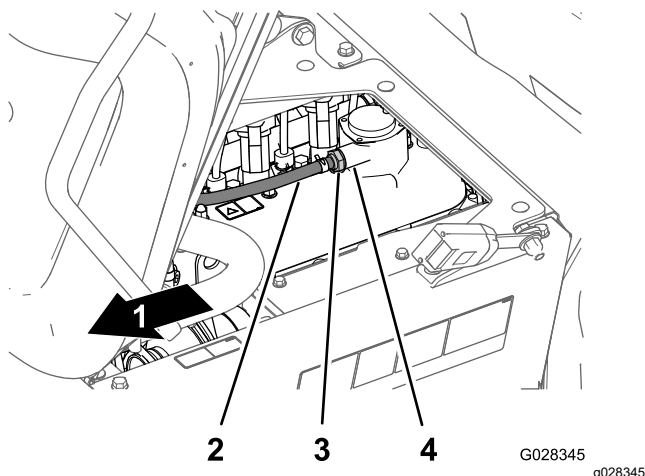

図 114
2. バルブカバーのフィッティングからPCVバルブを取り外す 図 114。
注 バルブ内部にあるレストリクタがカラカラと音を立てる場合は継続使用可能。バルブを振っても中から音がしない場合は PCV を交換する 図 114。
4. バルブカバーのフィッティングの一番奥までPCVバルブを押し込む 図 114。